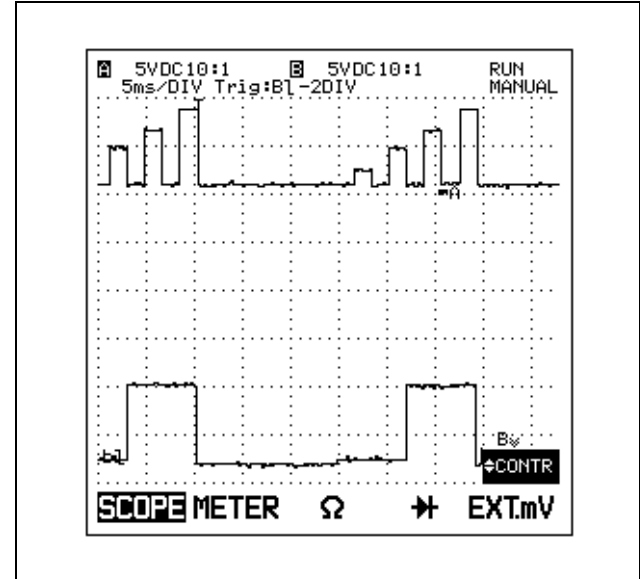

Abbildung 8-21 Anzeige für die mathematischen Funktionen
3. Betätigen Sie S TIME ns und RANGE V und MOVE MOVE , bis die Signalform so dargestellt wird wie in Abbildung 8-21.